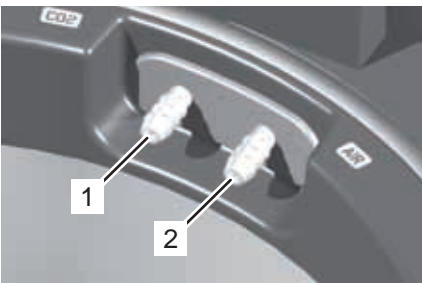

Fig. 10
3. Utilisez pour le branchement ultérieur du fût le branchement d'air „AIR“ (Fig. 10/2).
3. Utilisez pour le branchement ultérieur du fût le branchement d'air „CO2“ (Fig. 10/1).